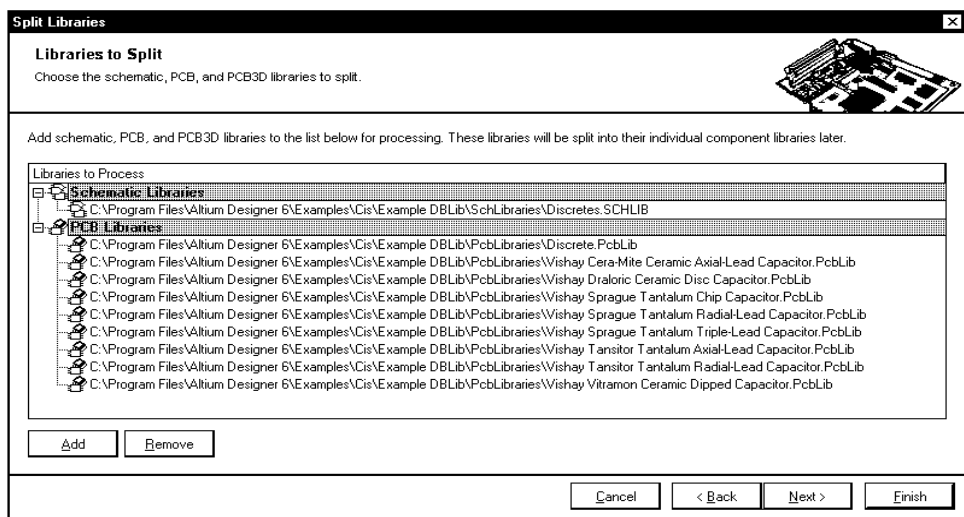

Рис. 12.5. Мастер расщепления интегрированных библиотек: объявление списка библиотек, подлежащих расщеплению
1. Активизировать функции мастера командой главного меню программы **Tools | Library Splitter Wizard**. Откроется диалоговое окно — первая страница мастера (рис. 12.5).